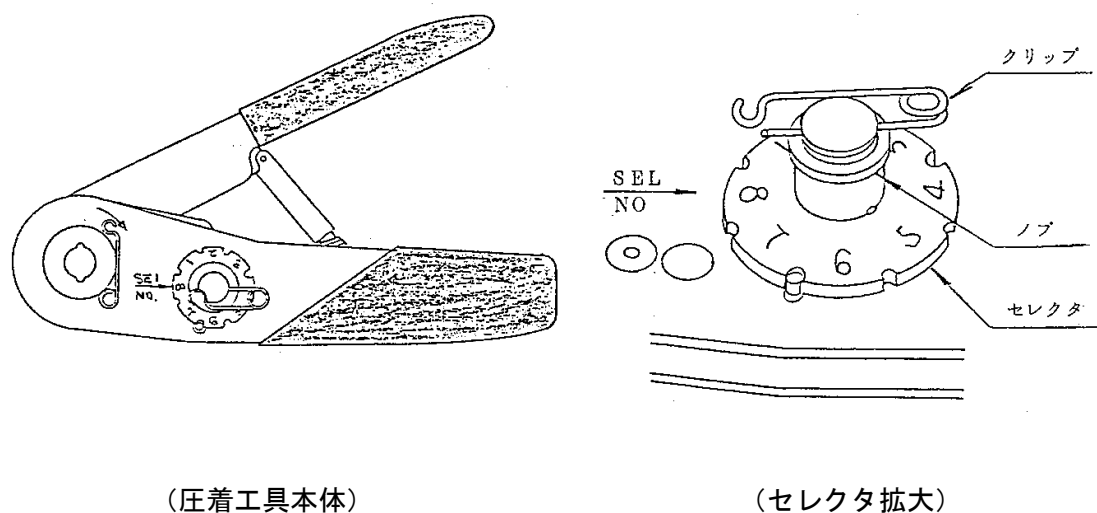

図7 圧着工具本体
(1) 圧着工具確認
- (a) M22520/2-01 の圧着工具本体（図 7 参照）のセレクト番号（SEL No.）を No.8 にセットして、ハンドルを一杯まで締め付けます。